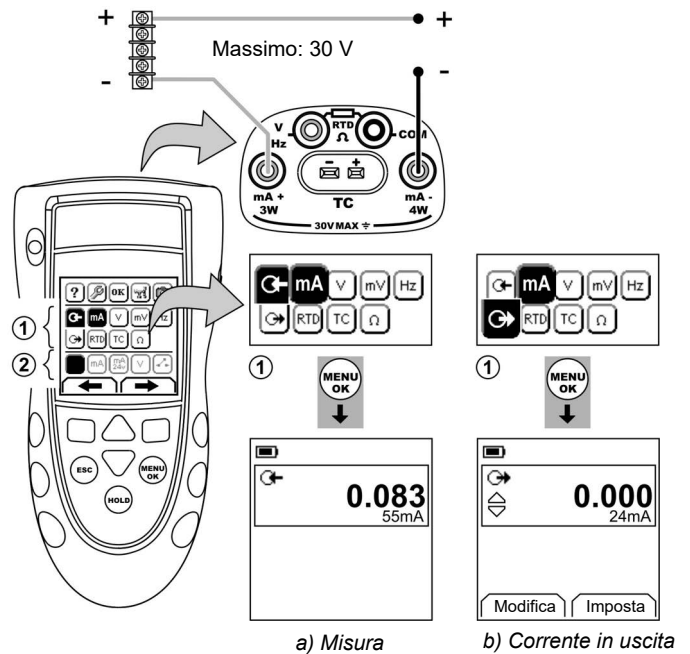

Figura 1: Esempio configurazione – per misurare/fornire corrente in mA con alimentazione esterna del loop (Area ①)
1. Collegare lo strumento (Figura 1 o 2 o 3) e, se necessario, modificarne il *Setup* (Tabella 1).